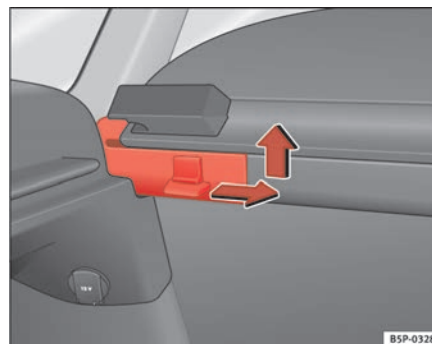

Abb. 125 Die Ablage ausbauen
- Drücken Sie den seitlichen Anschluss in Richtung des Pfeils, heben Sie die Ablage an und nehmen Sie sie ab ⇒ Abb. 125.